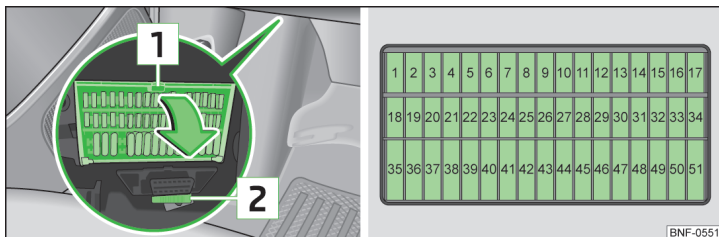

Fig. 124 Panoul de siguranțe / siguranțele
Siguranțele se găsesc sub volan, în partea inferioară a bordului » fig. 124.
- Apăsați eclisa de siguranță **1** » fig. 124.